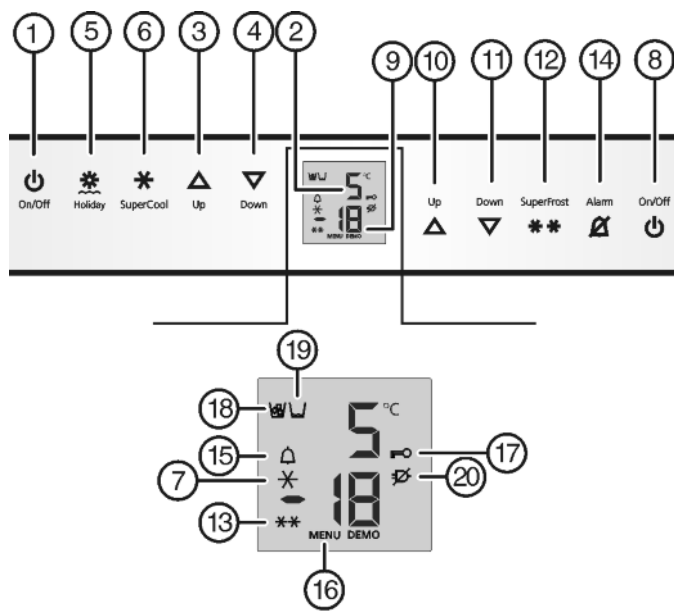

Fig. 2
- Nyomja meg a fagyasztórész főkapcsoló gombját Fig. 2 (8).
- Nyomja meg a hűtőréss főkapcsoló gombját Fig. 2 (1).
- ▷ A hűtő- és a BioFresh-rész bekapcsol: Világít a hűtőréss hőmérsékletkijelzője Fig. 2 (2). A hűtőréss ajtajának kinyitásakor a belső világítás világítani kezd.
- Beállítási mód aktiválása: Nyomja meg a SuperFrost gombot Fig. 2 (12) kb. 5 mp-re.
- ▷ Kigyullad a Menü ikon Fig. 2 (16).
- A jóváhagyáshoz nyomja meg röviden a SuperFrost gombot Fig. 2 (12).
- A gyermekbiztosíték bekapcsolásához nyomja meg röviden a SuperFrost gombot Fig. 2 (12).
- ▷ A gyermekbiztosíték ikonja Fig. 2 (17) világít. A kijelzőn **c** villog.
- A gyermekbiztosíték kikapcsolásához nyomja meg röviden a SuperFrost gombot Fig. 2 (12).
- ▷ A gyermekbiztosíték ikon Fig. 2 (17) kialszik. A kijelzőn **c** villog.
- Beállítási mód kikapcsolása: Nyomja meg a fagyasztórész főkapcsoló gombját Fig. 2 (8).
► Nyomja meg a riasztás gombot *Fig. 2 (14)*.
Egyidejűleg villog a hőmérsékletkijelző és a riasztás ikon *Fig. 2 (15)*.
A figyelmeztető hangjelzés automatikusan elnémul, a riasztás ikon *Fig. 2 (15)* eltűnik és a hőmérsékletkijelző is abbahagyja a villogást, mikor a hőmérséklet újra elégé alacsony.